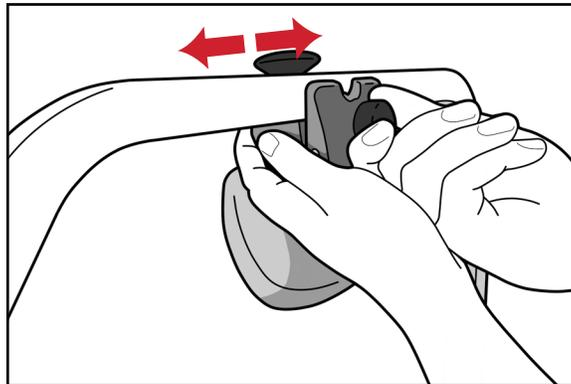

Abb. 11
1. Schieben Sie die Kompressionsklemme bei gelöstem Verriegelungsknopf in die gewünschte Position und sichern Sie sie durch Anziehen des Verriegelungsknopfs (Abb. 11).